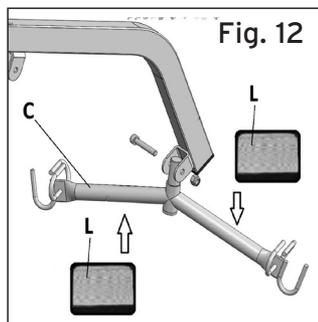

Fig. 14
1. Disporre l'attuatore idraulico come in figura serrando bene nella parte superiore e inferiore tramite viti e dadi autofrenanti. (Fig.14)